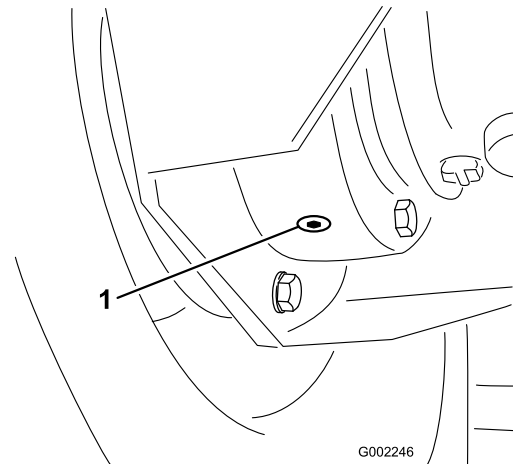

Figura 47
4. Mettete una bacinella sotto il tappo di spurgo interno e toglietelo (Figura 47).